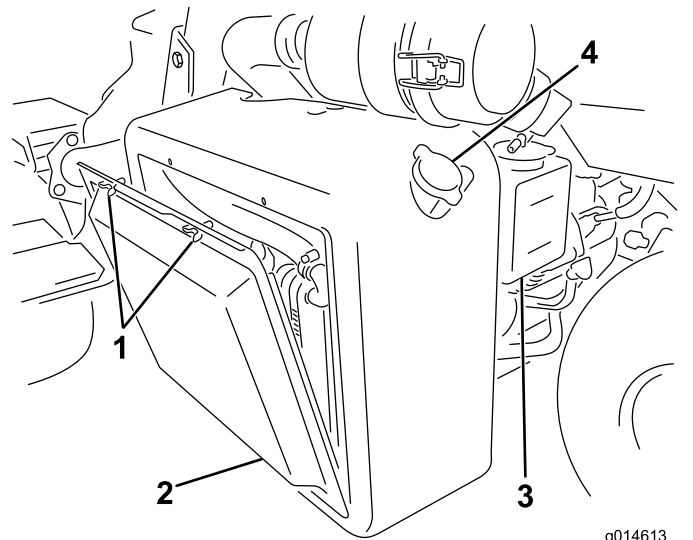

Figura 41
1. Rimuovete la griglia del radiatore (Figura 41).
2. Controllate il livello del refrigerante (Figura 41 e Figura 42).